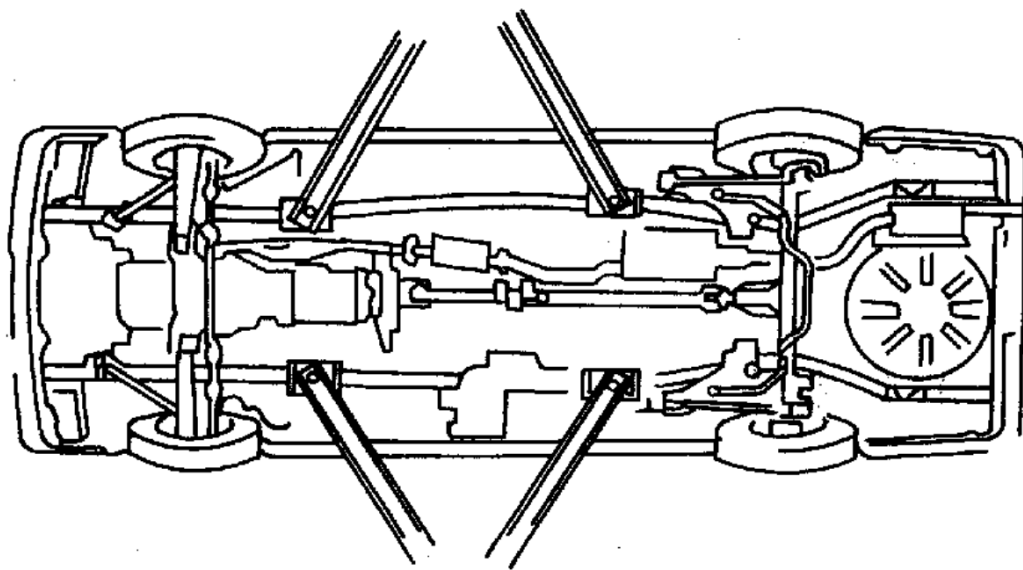

图2-37 双柱举升机支车方法
- ❖ 图2-37示出了用双柱举升器支起汽车时的支点位置。注意，顶举车体时，应尽可能将支臂伸出长度相近，并使车体前后保存平衡。安装支臂时，小心不要碰到制动管和燃油管。